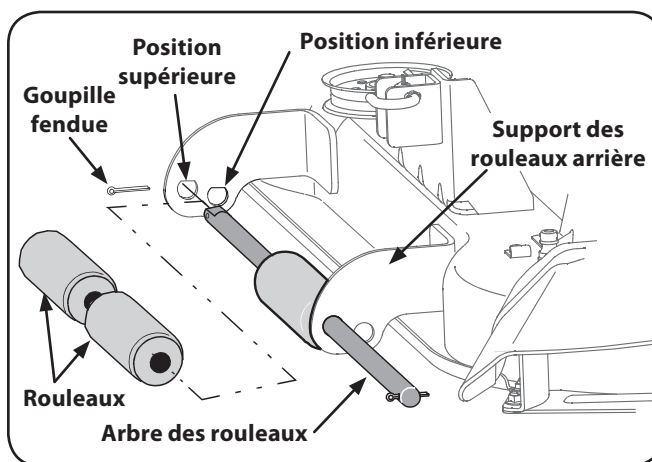

Figure 6-9
- Dégagez la goupille fendue sur le côté gauche de l'arbre des rouleaux. Voir la Figure 6-9.
- Glissez l'arbre des rouleaux vers la droite et dégagez les rouleaux quand l'arbre est complètement hors de son support. Voir la Figure 6-9.